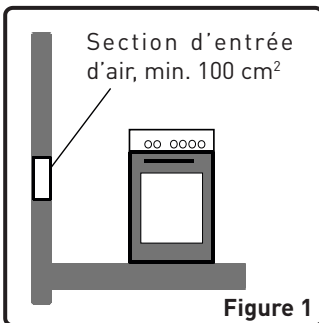

Figure 1
- Le flux d'air doit entrer par le bas (au minimum 100 cm²) et sortir par le haut (au minimum 100 cm²). Ces ventilations doivent donc présenter une surface minimum de 100 cm², pour permettre une bonne circulation de l'air. Ces ventilations doivent être ouvertes et jamais bouchées. Elles doivent être de préférence situées près de l'arrière de la cuisinière (pour l'arrivée d'air, reportez-vous aux figures 1 et 2) et à l'opposé des gaz brûlés occasionnés par la cuisson (pour l'évacuation), c'est à dire à 1,80 m au moins au-dessus du sol. S'il est impossible d'ouvrir ces ventilations vers l'extérieur dans la pièce où la cuisinière est installée, l'air nécessaire peut également provenir d'un autre endroit à condition que cet endroit soit correctement ventilé et qu'il ne s'agisse ni d'une chambre à coucher, ni d'un endroit dangereux.